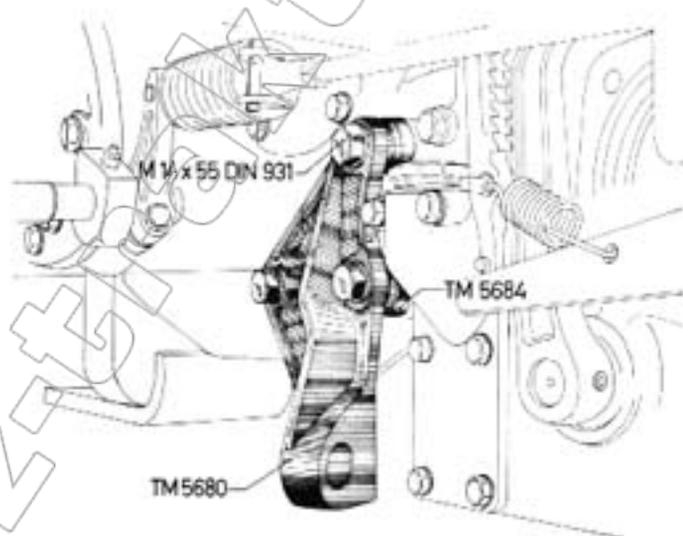

Abb. 1
1. Der **hintere Befestigungsbock** TM 5680 wird durch 3 Sechskantschrauben M 14×55 DIN 931 und 3 Federringen B 14 DIN 127 sowie durch 3 Abstandsrollen TM 5684, die zwischen den Befestigungsbock TM 5680 und das Getriebegehäuse gelegt werden, an der rechten seitlichen Anbaufläche des Getriebegehäuses befestigt (Abb. 1 u. 6). Ist der Schlepper mit einem ölhydraulischen Kraftheber und Dreipunkt-Aufhängung ausgerüstet, dann wird der hintere Befestigungsbock TM 5680 ohne Abstandsrollen TM 5684 direkt auf die rechte Lenkertragplatte aufgeschraubt.